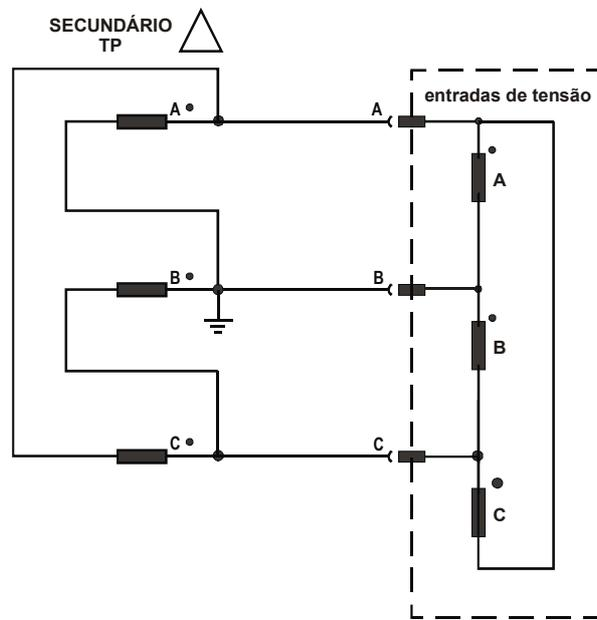

Figura 3 : Secundário do transformador de potencial (TP) fechado em delta Δ
- secundário do transformador de potencial (TP) fechado em delta - Δ (vide figura 3) ;